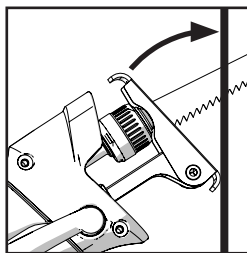

Fig. 10
- Tenere l'utensile rispetto al pezzo da lavorare a una angolazione tale per cui il lato inferiore della piastra di appoggio risulti saldamente a contatto con il pezzo stesso. **(Fig. 10).**